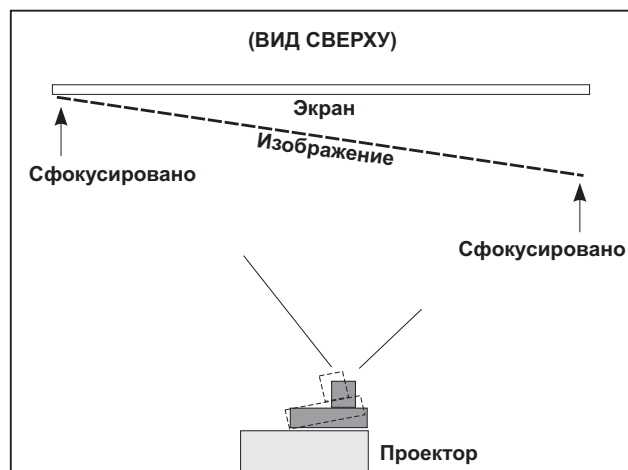

Рис. 2-24 Неправильное выравнивание оси проекции (вид сверху)
- а. Если изображение в правой части экрана сфокусируется до того, как объектив будет полностью задвинут, фокус изображения находится перед экраном. См. Рис. 2-24. Чтобы исправить эту ситуацию, с помощью **винта горизонтальной регулировки оси проекции** поверните объектив ВЛЕВО для выравнивания левого и правого краев.